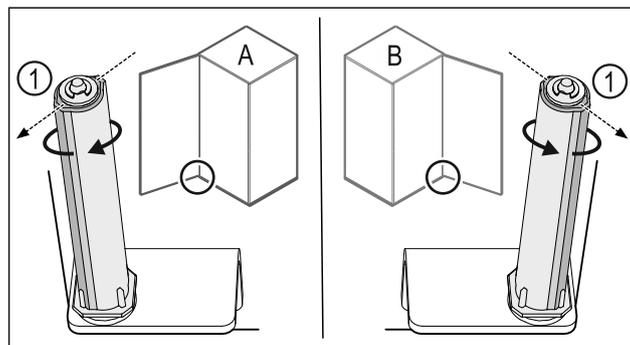

Fig. 42 Battuta di arresto sinistra (A) / battuta di arresto destra (B)
- Ruotare il sistema di chiusura in opposizione alla resistenza, fino a quando la staffa del sistema di chiusura Fig. 42 (1) non punta verso l'esterno.